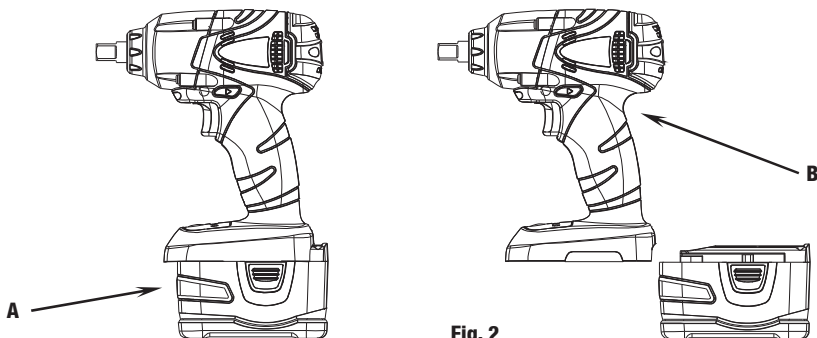

Fig. 2
POUR RETIRER LA BATTERIE: Appuyer sur le bouton de libération et retirer la batterie (A) de l'outil (B). (voir Fig. 2)
POUR INSÉRER LA BATTERIE: Insérer la batterie (A) dans l'outil jusqu'à ce qu'elle s'enclenche. (voir Fig. 2)